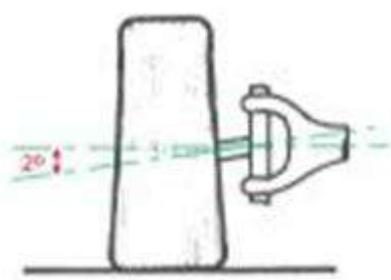

Fig. 37
**Caída:** Se considera la horizontal de la mangueta y la propia mangueta en sentido transversal. Suele ser de 2° Fig. 37.